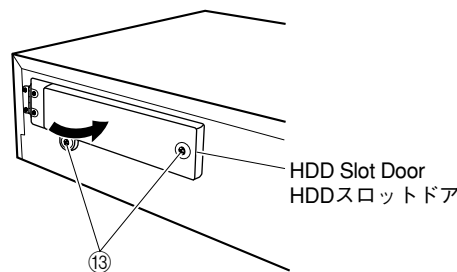

Fig. 15
- h. Close the HDD slot door and tighten the 2 screws (⑬) on the HDD slot door. (Fig. 15)
- h. HDDスロットドアを閉じて、⑬のネジ2本をしめます。(Fig. 15)